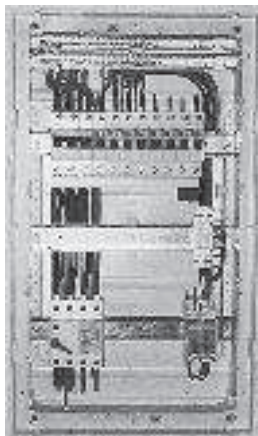

Bild 4: Stromkreisverteiler
- Einbau von Stromkreisverteilern (**Bild 4**).